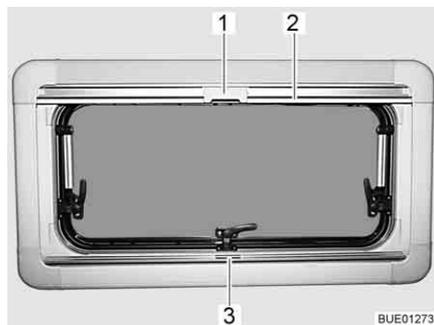

Bild 105 Ausstellfenster
- faltverdunklung in der Mitte der Griffleiste (Bild 105,3) fassen, von unten nach oben ziehen und auf der gewünschten Höhe loslassen. Die faltverdunklung bleibt in dieser Höhe stehen.
- Insektenschutzrollo an der Griffleiste (Bild 105,2) nach unten ziehen, bis es an der Griffleiste der faltverdunklung (Bild 105,3) anstößt.
- Raste (Bild 105,1) am Insektenschutzrollo mit der Griffleiste der faltverdunklung verriegeln.
- Raste (Bild 105,1) am Insektenschutzrollo oben nach hinten drücken.
- Insektenschutzrollo an der Griffleiste (Bild 105,2) langsam zurückführen.